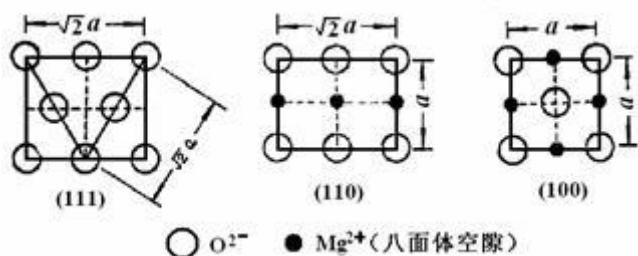

图 2-1 MgO 在 (111)、(110) 和 (100) 晶面上的原子排布
【解】(1) MgO 在 (111)、(110) 和 (100) 晶面上的原子排布图如图 2-1 所示。
八面体空隙位在图 2-1 中 (110) 和 (100) 晶面上可见, 即 Mg^{2+} 所占位置。
(2) 单位晶胞中离子个数 $n_{O^{2-}} = 8 \times \frac{1}{8} + 6 \times \frac{1}{2} = 4$, $n_{Mg^{2+}} = 1 + 12 \times \frac{1}{4} = 4$